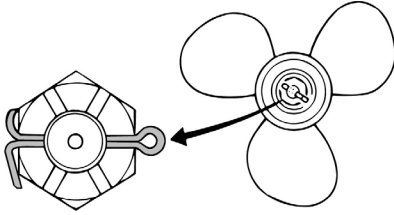

Рис. 54 Шплинт фиксации гайки
1. Используя пассатижи или аналогичный инструмент выпрямите концы шплинта и вытяните шплинт из вала гребного винта (Рис. 54).